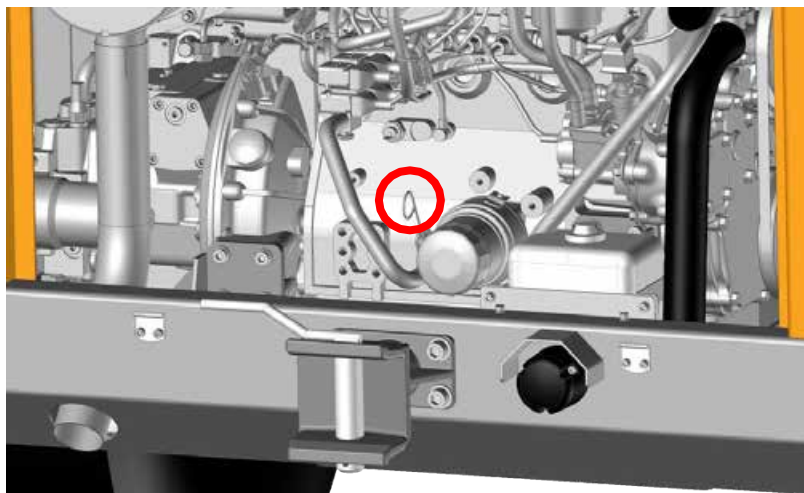

Abbildung 37. Ölmesstab
4. Entfernen Sie den in Abbildung 37 gezeigten Ölpeilstab und reinigen Sie ihn mit einem fusselfreien Tuch.